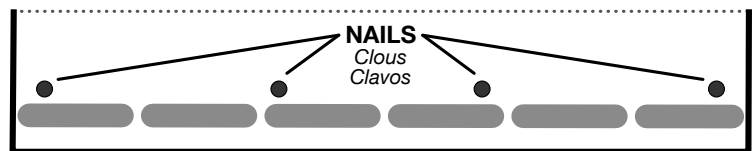

Figura 3 - Patrón de sujeción de las tejas de inicio Smart Start™
Patrón de clavo: Utilice cuatro (4) clavos para cada teja de inicio. Instale con clavos colocados a 1 1/2" - 3" (38-76 mm) hacia arriba desde el alero, un clavo de 1" (25 mm) desde cada extremo de la teja de inicio y los dos (2) restantes espaciados uniformemente en la misma línea de los clavos de extremo. No coloque clavos en la tira de sellado (adhesión). (Vea la Figura 3)